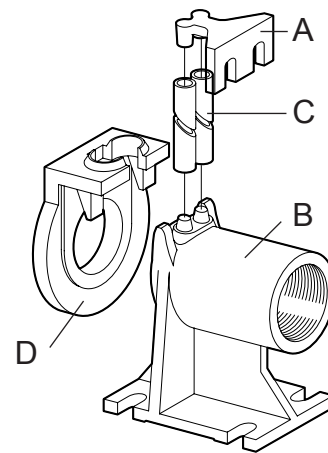

Fig. 7 Picioare de cuplare
- Fixați scara de ancorare tuburi (fig. 7 – poz. A) de ghidare la marginea bazinului.
- Plasați pe fundul puțului piciorul de susținere pentru cuplarea automată (fig. 7 – poz. B) și controlați, printr-un fir de plumb, că proiecțiile conice pentru angajarea de tuburi de ghidare sunt perfect perpendiculare pe proiecțiile corespunzătoare ale suportului de ancorare al marginii bazinului. Verificați și platitudinea cu o nivelă cu balon de aer.
- Marcați poziția fantelor de pe piciorul de sprijin, asadar aratați lungimea exactă a tuburilor de ghidare (fig. 7 – poz. C).
- Montați flanșa specială (fig. 7 – poz. D) la cursor și ghidarea către gura de trimitere a pompei și agățați funia sau lanțul la mânerul sau orificiu pe partea superioară a corpului.